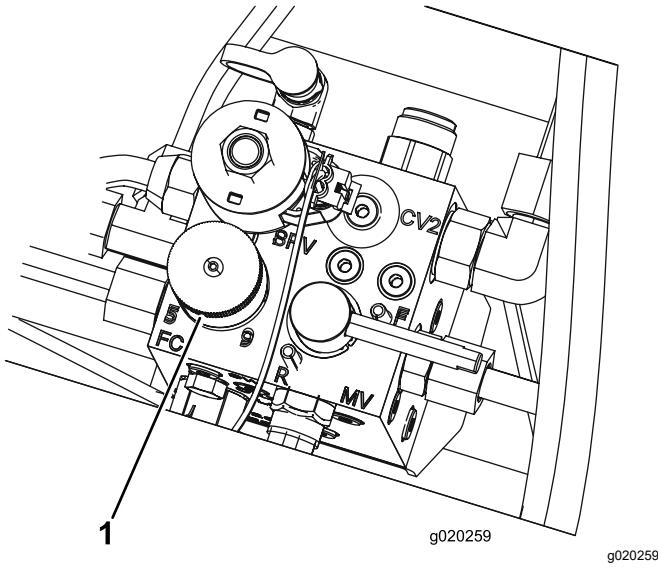

Figura 37
- Para ajustar a velocidade dos cilindros, rode o manípulo (Figura 37) até que a seta indicadora fique alinhada com o número que designa o ajuste desejado.